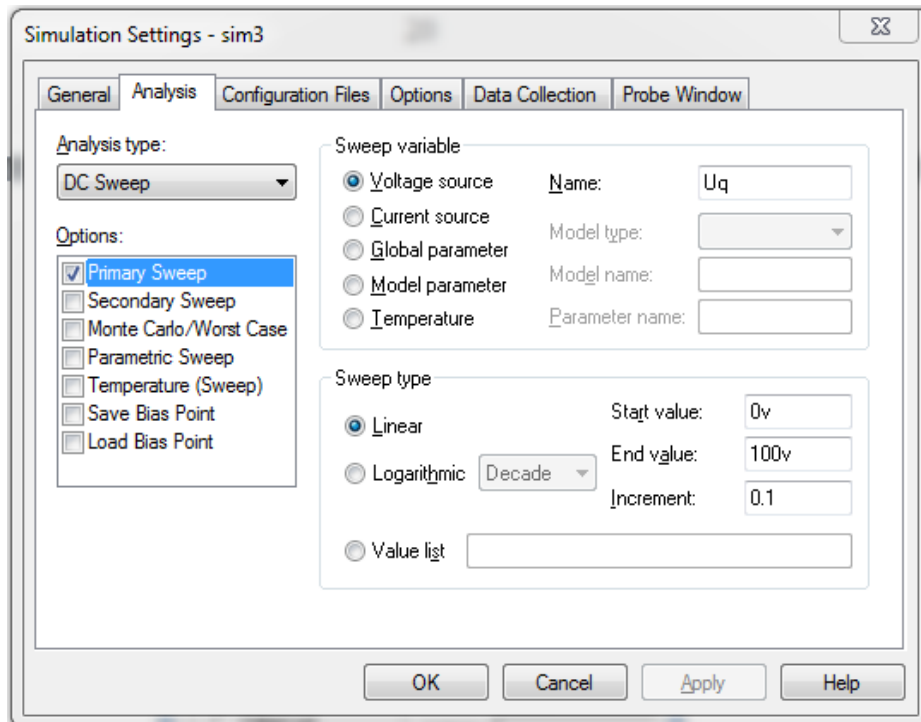

Рисунок 6.27 – Вікно *Simulation Settings* з налаштованим *DC Sweep*
38. Виберіть меню *DC Sweep* і налаштуйте *DC Sweep* як на рис. 6.27. Як змінна варіюватиметься вихідна напруга U_q в діапазоні значень від 0 (В) до 100 (В).